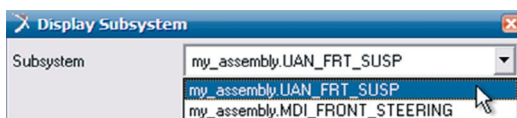

Figura 4.192 – Selecionando o subsistema de interesse.
- A caixa de diálogo *Display Subsystem* será aberta. Selecione o subsistema de interesse (Figura 4.192).